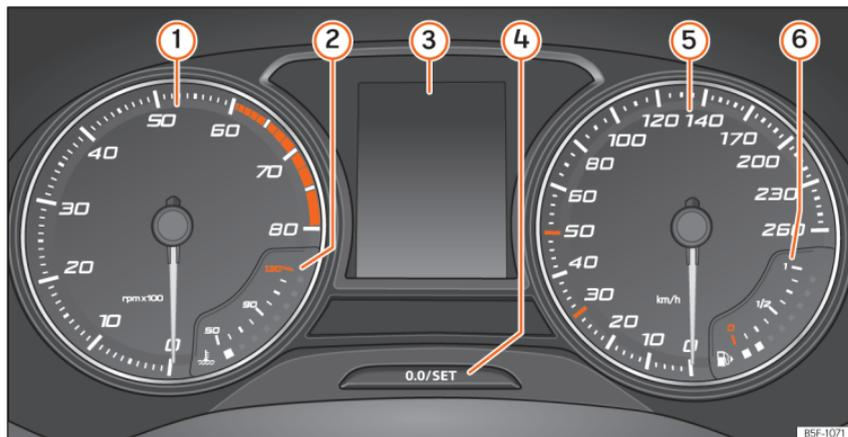

Abb. 111 Display des Kombi-Instruments in der Instrumententafel.
» **Abb. 111:**
Der Drehzahlmesser zeigt die Motordrehzahl pro Minute an »» Abb. 111 ①.
① VORSICHT
Die Nadel des Drehzahlmessers ① »» Abb. 111 darf den roten Bereich nur für einen kurzen Moment erreichen, andernfalls besteht die Gefahr eines Motorschadens.
Beim Einschalten der Zündung können im Display des Kombiinstrumentes »» Abb. 111 ③ je nach Fahrzeugausstattung verschiedene Informationen angezeigt werden:
- Drücken Sie kurz die Taste »» Abb. 111 ④, um den Tageskilometerzähler auf 0 zurück zu setzen.
Die Taste » Abb. 111 ④ länger als 15 Sekunden gedrückt halten, um die Motorkennbuchstaben (MKB) des Fahrzeugs anzuzeigen. Dazu muss die Zündung ein- und der Motor ausgeschaltet sein.